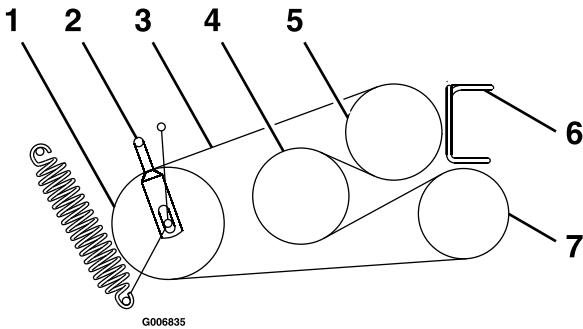

Figura 56
6. Afloje las guías de la correa A y B (Figura 56).
8. Enrute las correas nuevas alrededor de las poleas, según se muestra en Figura 56.